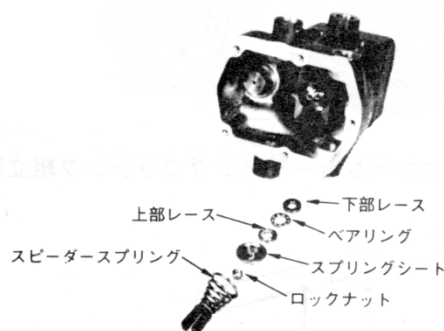
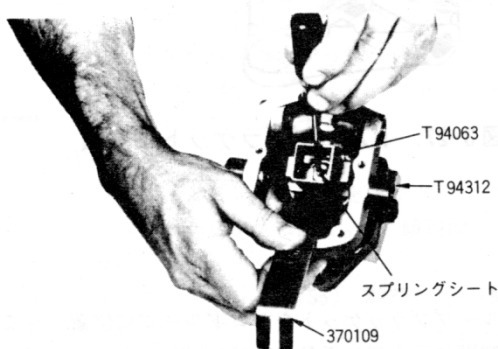
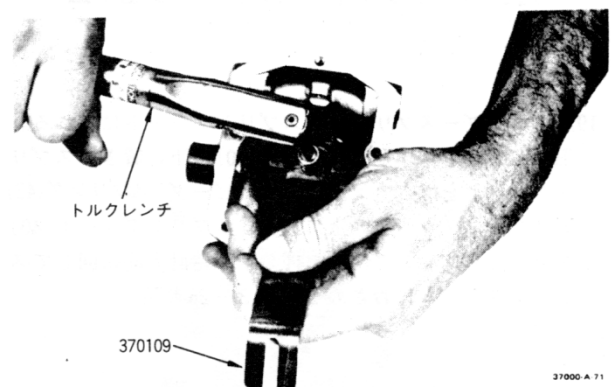

図3-19. スラストベアリングとスビードスプリング部品図
図 3-22. パイロットバルブ
図 3-23. ロックナットしめつけ図
15. スラストベアリング(39)、スプリングシート(40)、ナット(41)とスビードスプリング(42)を組む。図3-19～図3-22を参照。ベアリングはオープン側を下向きにすること。
18. パイロットバルブプランジャーを図 3-22 に示した工具を使用してセンタリングする。(参考としてのみ読むこと)
- スプリングシート (40) の上をプランジャーレンチとともに押し下げる。この力がフライウェイトを内側に押しやり、ブロック T94063 を保持し、ささえるようにする。
- ボールヘッドがソリッド (スプリングドリブナーオイルダンブでない場合) タイプの場合は、プランジャーをさらに $1\frac{1}{2}$ 回転時計方向に回す。ナットをスプリングシート上に着くまで回し、70 ポンドインチのトルクで締める。図 3-23 参照。
フライウェイトのトウの上をできるだけパイロットバルブプランジャー (PVP) が下がる様に押す。A の距離を見る。フライウェイトをできるだけ開げ B の距離を見る。距離 A は距離 B に等しくなくてはならない。それらはフライウェイトが一杯内側に倒れた時と一杯外側に開いた時の位置である。図 3-23 参照。